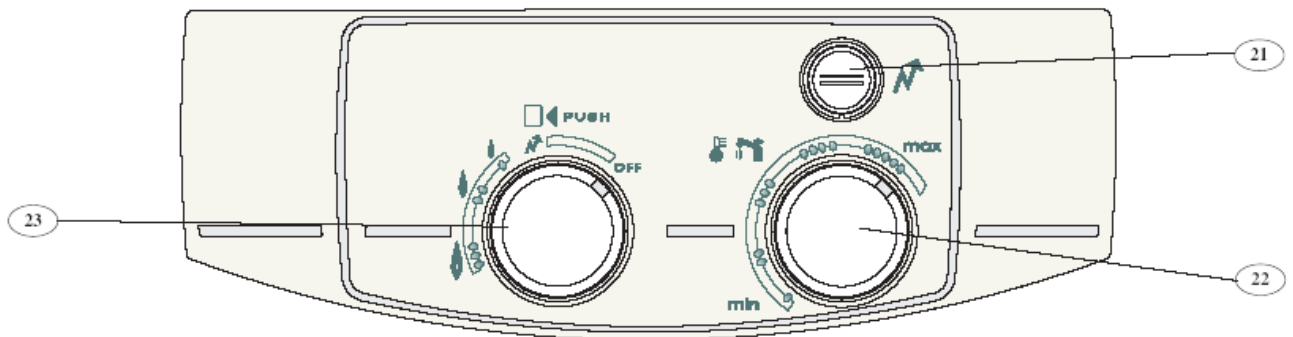

Рис. 10
- Вийміть рукоятки регулювання подавання газу **23** й температурного реле **22** (рис. 10), потягнувши їх на себе.
Переведіть кнопку-регулятор подавання газу **23** в положення  (рис. 10).
Примітка: При першому увімкненні може минути певний час, необхідний для того, щоб з контуру пристрою розпалювання було видалене повітря, перш ніж спрацює основний пальник. У цьому разі, утримуючи кнопку-регулятор подавання газу **23**, натисніть на кнопку **21** й утримуйте її, доки не увімкнеться запальний газовий пальник. Коли запальний газовий пальник увімкнеться, втримуйте кнопку-регулятор подавання газу **23** у положенні  ще кілька секунд, щоб запустити систему безпеки на основі термопари, а потім переведіть регулятор **23** у положення між позначками  й  (рис. 10).